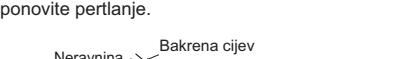

Fig. 5
- Umetnite odvodno crijevo u zidnu čahuru (C) i pričvrstite gornji dio unutarnje jedinice na ploču za ugradnju (1). Zatim pomaknite unutarnju jedinicu sasvim lijevo kako biste olakšali postavljanje cijevi u stražnji prostor jedinice.
- Izrežite komad kartona sa kutije u kojoj je isporučen uređaj, namotajte ga, pričvrstite ga na stražnje rebro i upotrijebite ga kao odstojnik za podizanje unutarnje jedinice. (Fig. 5)
- Spojite cijevi za rashladno sredstvo s produžnom cijevi (B).
- Potisnite donji dio unutarnje jedinice u ploču za ugradnju (1).